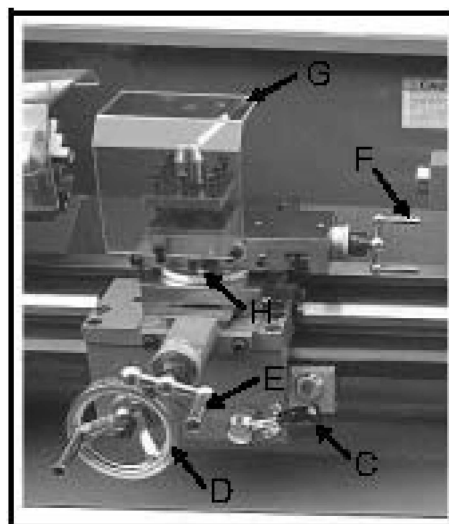

Fig. 19
2. Apronreglage – Engagera längdmatning/gängning med spak (C, Fig. 19) ned (på), upp (av). Handhjul (D) för manuell längdmatning.
3. Tvärslid – Manövreras med spak (E, Fig. 19); medurs fram, moturs tillbaka.
4. Översläde/verktygspost – Roterar spakar (F, G, Fig. 19) för positionering; lossa två muttrar (H) för kon-svarvning, justera och lås.